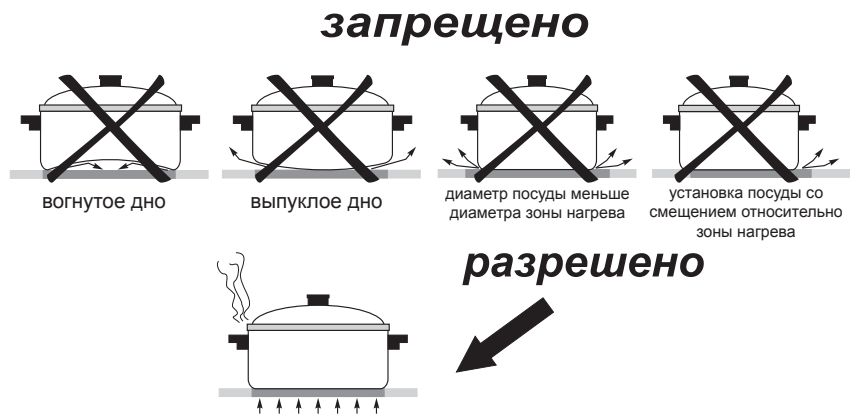

рис. 13
- !** Размеры посуды должны совпадать с диаметром электроконфорок для сокращения потерь тепла (рис. 13).